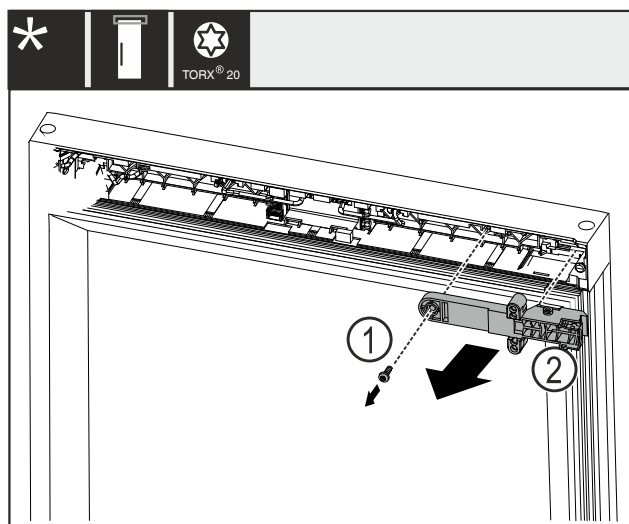

Fig. 21
- Retirer la vis Fig. 21 (1).
- Retirer la pièce de maintien du verrou Fig. 21 (2).